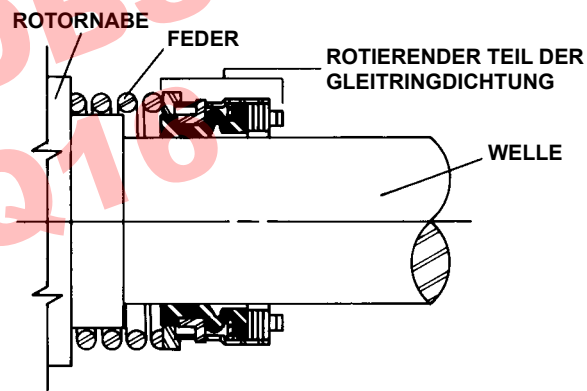

ABBILDUNG 13
4. Schieben Sie die Dichtungsfeder auf der Welle gegen die Rotornabe. Siehe Abbildung 13.